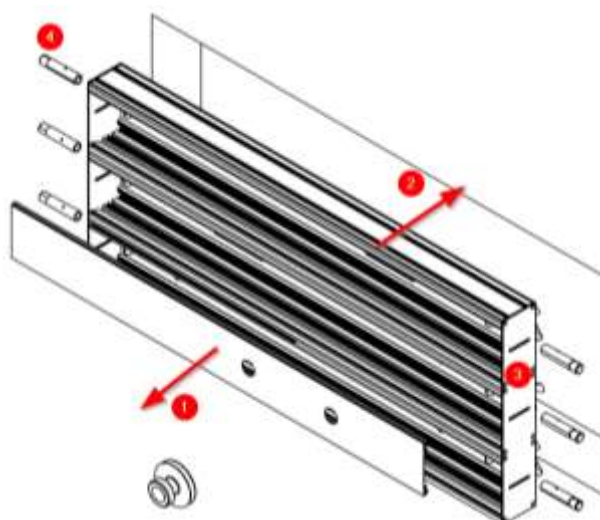

Fig.7 Montarea echipamentului în locaș
Acum se poate proceda la prepoziționarea echipamentului în locașul prevăzut (2), finalizând fixarea acestuia cu ajutorul șuruburilor (4) corespunzătoare suprafeței de montare (a se vedea punctele 4.2.1 și 4.2.2 din acest manual). (A se vedea Fig. 7).